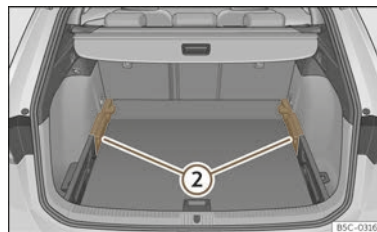

Abb. 196 Variabler Gepäckraumboden: niedrige Position.
des Bodens vollständig über den Halterungen >>> (Abb. 196) (2) liegt.
- Den Gepäckraumboden nun bis zum Anschlag an den Rücksitzlehnen nach vorne schieben und mit Hilfe des Haltegriffs (1) absenken.
- Um von der hohen in die niedrige Position überzugehen, heben Sie den Boden am Haltegriff >>> (Abb. 195) (1) an und ziehen Sie ihn nach hinten, bis der vordere Teil des Bodens vollständig über den Halterungen >>> (Abb. 196) (2) liegt.